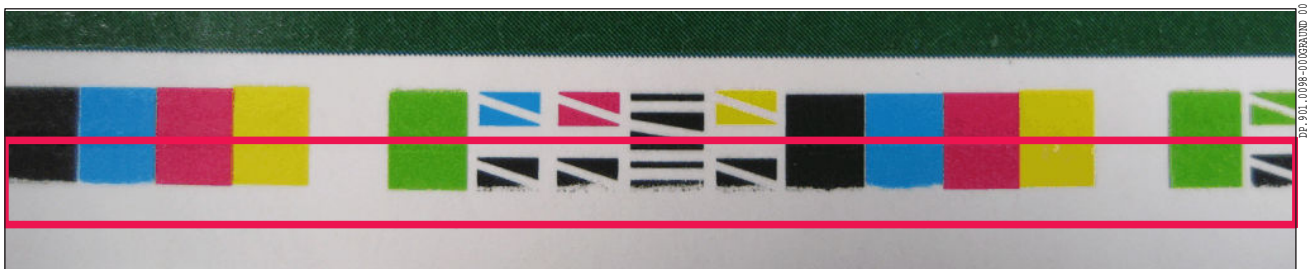

Abb. 10 Fehlerhaft gedruckter Druckkontrollstreifen
- Achten Sie darauf, dass die Druckkontrollstreifen komplett und randscharf gedruckt werden (nicht wie in Abb. 10 im rot umrandeten Bereich). Die Druckkontrollstreifen dürfen auf keinen Fall in den Greiferrand oder über die Bogenhinterkante ragen und nicht an der Gummituchkante drucken.